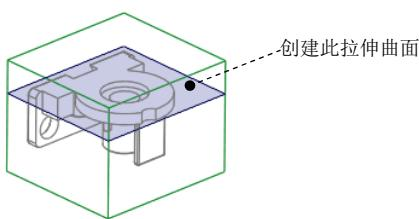
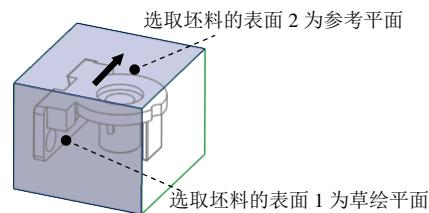

图 14.25 创建拉伸曲面
图 14.26 定义草绘平面
(4) 单击**模具**功能选项卡**操作**▼区域中的“复制”按钮.
(5) 单击**模具**功能选项卡**操作**▼区域中的“粘贴”按钮，系统弹出**曲面：复制**操控板。
(6) 在系统弹出的**曲面：复制**操控板中单击按钮。
Step5. 通过“拉伸”的方法，创建图 14.25 所示的拉伸曲面。
(1) 将坯料取消遮蔽。在模型树中右击`WF.PRT`，在系统弹出的快捷菜单中选择**取消遮蔽**命令。
(2) 单击**分型面**功能选项卡**形状**▼区域中的按钮，此时系统弹出“拉伸”选项卡。
(3) 定义草绘截面放置属性。右击，从系统弹出的菜单中选择**定义内部草绘...**命令；在系统`选择一个平面或曲面以定义草绘平面`的提示下，选取图 14.26 所示的坯料表面 1 为草绘平面，接受图 14.26 中默认的箭头方向为草绘视图方向，然后选取图 14.26 所示的坯料表面 2 为参考平面，方向为**上**。单击**草绘**按钮，至此系统进入截面草绘环境。